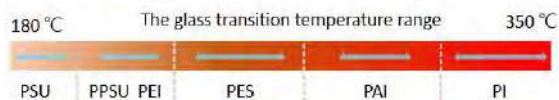

Fig. 1 유리전이 온도에 따른 엔지니어링 플라스틱의 분포
Fig. 1은 유리전이 온도를 기준으로 순위 매겨진 일부 고온 엔지니어링 플라스틱인 폴리설풀론 (PSU), 폴리페닐설풀론 (PPSU), 폴리에테르이미드 (PEI), 폴리에테르설풀론 (PES), 폴리아미드이미드 (PAI) 및 폴리아미드 (PI)를 보여준다. 이들 중 PAI는 탁월한 기계적 특성, 열 안정성(T_g = 277°C, 분해 온도 T_d = 450°C) 및 화학 저항성을 가지고 있는 고성능 엔지니어링 폴리머이다. 도입된 솔루션 기반 침전 적층 제조 공정을 위해서 우선 PAI의 용매와 침전 공정을 위한 비용제